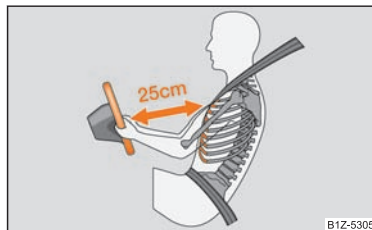

Abb. 137 Sicherer Abstand vom Lenkrad
- Für den Fahrer und Beifahrer ist es wichtig, einen Abstand von mindestens 25 cm vom Lenkrad bzw. von der Schalttafel einzuhalten → Abb. 137. Wenn Sie den Mindestabstand nicht einhalten, kann Sie das Airbag-System nicht schützen - Lebensgefahr! Außerdem müssen die Vordersitze und die Kopfstützen immer der Körpergröße entsprechend richtig eingestellt sein.